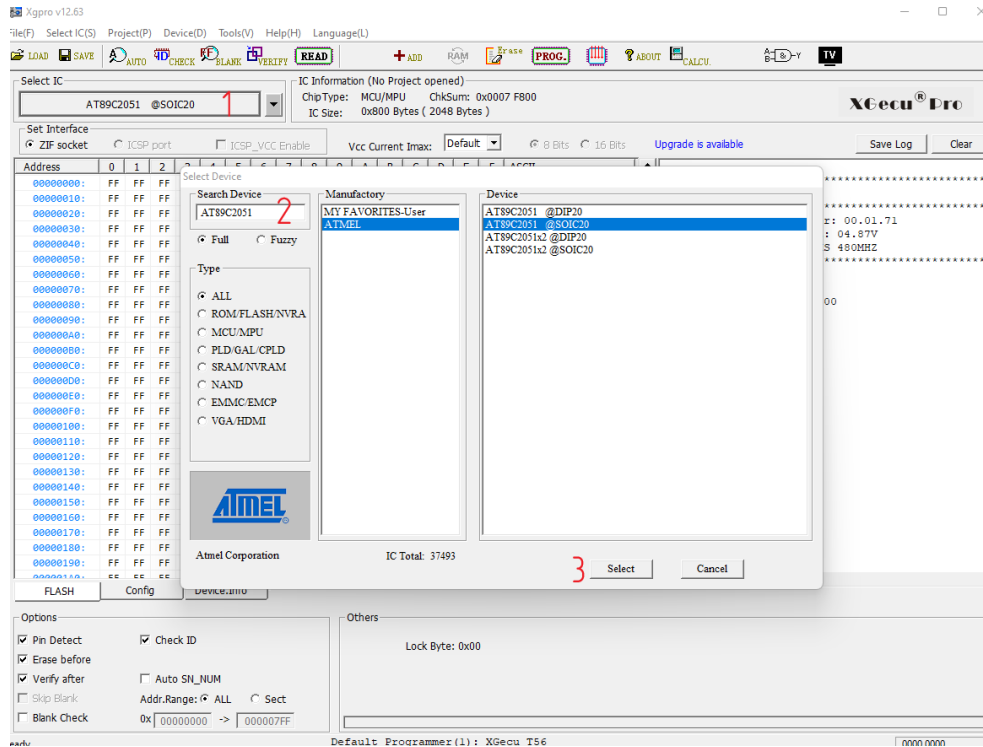

Рисунок 5 – Выбор микросхемы в программе Xgpro
3.2 Для начала программирования необходимо выбрать микросхему (рисунок 5):